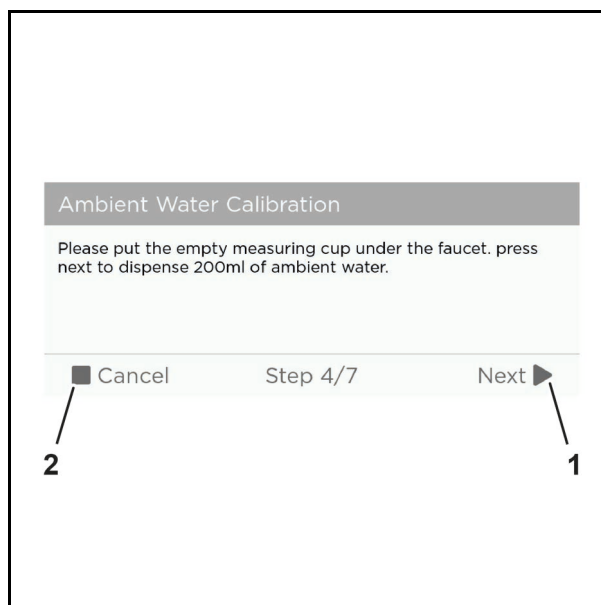

Abb. 60 Przykładowa grafika
9. Nacisnąć przycisk „Next” (dalej) (Abb. 60/1), aby kontynuować kalibrację lub „Cancel” (anuluj) (Abb. 60/2), aby anulować kalibrację.